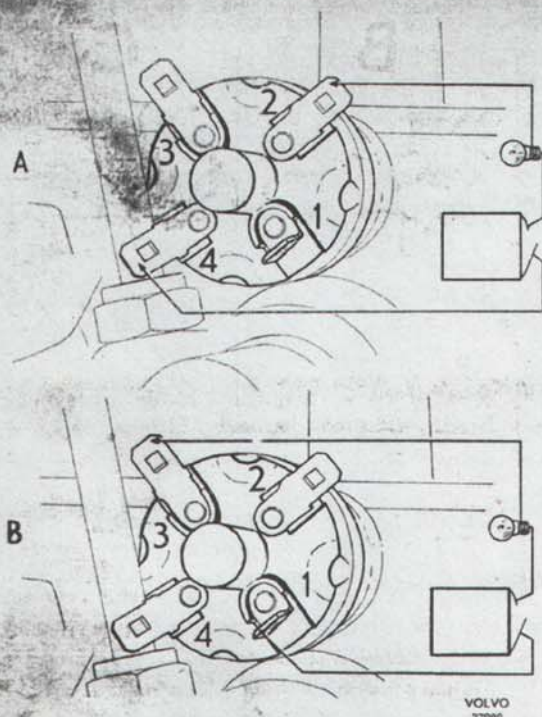

Bild 31. Justering av startspärr.
3. Anslut en kontrollampa enligt bild 31 till backljuskontaktarna. Skruva in kontakten tills lampan släcks. Märk detta läge på hus och kontakt med blyerts.